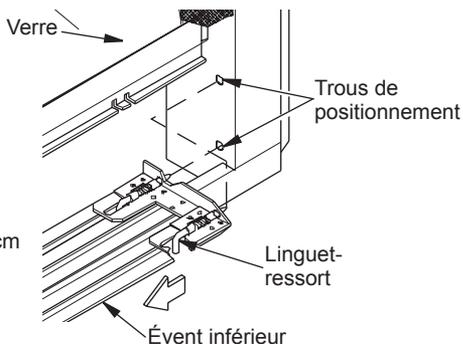

Figure 25 - Retrait des événements
1. Pour enlever les événements, tirez sur les deux linguets-ressorts (situés à chaque extrémité de l'évén) vers le centre de l'appareil, en même temps, de manière à les dégager des trous de positionnement. Refaites la même opération pour les linguets-ressorts situés sur l'extrémité inférieure (voir figure 25).